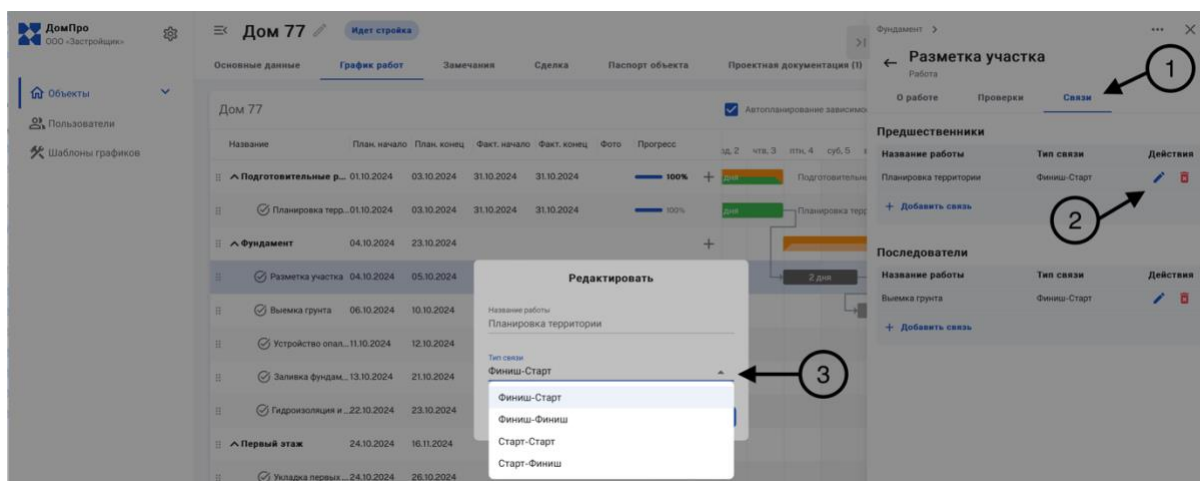

Рисунок 40 - Создание связи Финиш-Финиш
Для создания зависимости типа «Финиш-Финиш» между работой предшественником и последователем необходимо зайти в параметры работы щелкнув по названию работы и в блоке «Связи» (1) в разделе «предшественники» нажать кнопку «редактировать» (2) и изменить тип связи (3) Рисунок 40.
Также можно удалить интересующую связь из окна параметров работы Рисунок 40 и нажать на значок корзины напротив интересующей связи из раздела «предшественники» или «последователи».